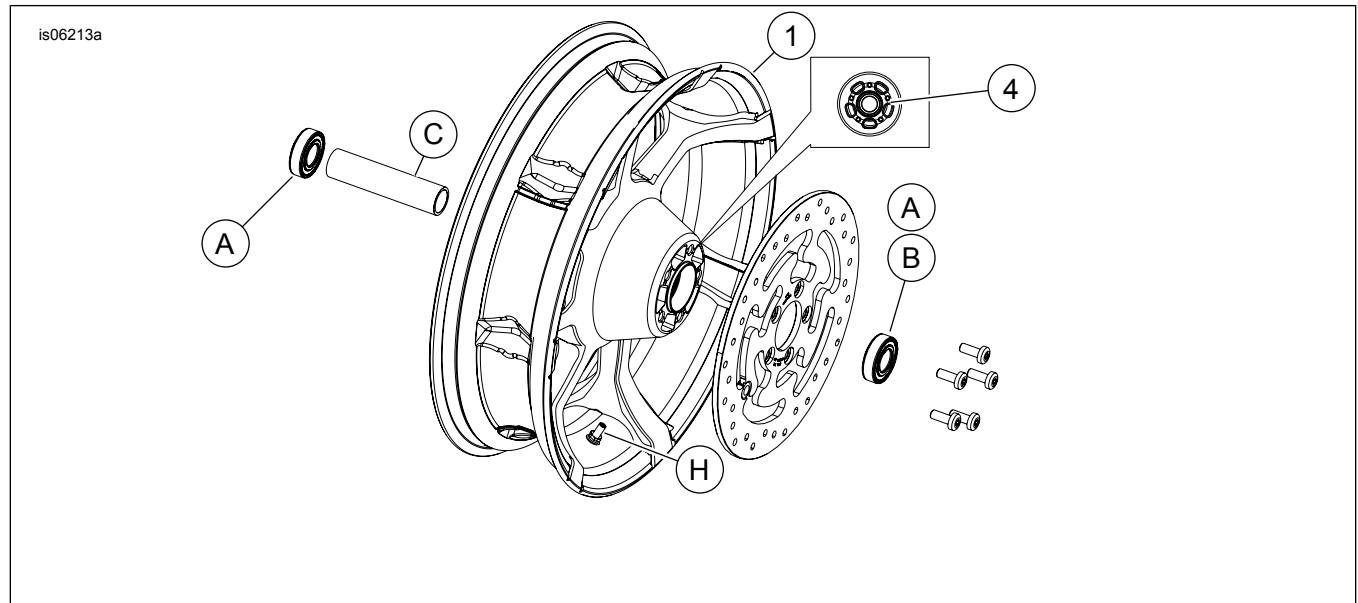

Figure 1. Mga Pamalit na Piyesa: Likurang Agitator na Gulong (18-pulgada ang ipinapakita)
Tingnan ang Figure 1 at ang mga Talaan ng mga Pamalit na Bahagi.
2. Tingnan ang Figure 1 . Ikabit ang valve stem assembly (H) sa gulong. Tingnan ang manwal ng serbisyo.